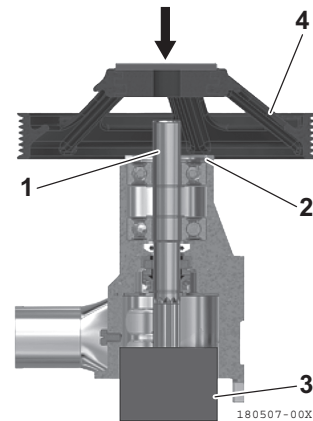

Figura 19
6. Inserte el nuevo kit del eje (**Figura 19, (1)**) en la bomba de agua de mar e instale el anillo de retención (**Figura 19, (2)**).
8. Coloque la bomba de agua de mar sobre el soporte (**Figura 19, (3)**) que mantiene el extremo del eje.
9. Coloque la polea (**Figura 19, (4)**) a presión desde arriba.